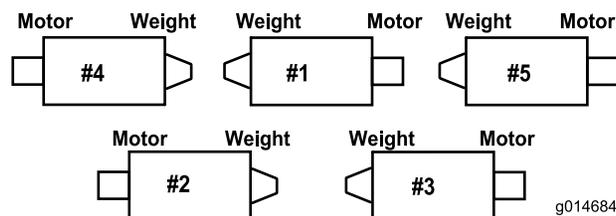

**Figure 6**
C. Montez le boulon du tube de ressort sur la patte opposée du bâti porteur et fixez-le en position avec l'écrou à embase. La tête du boulon doit être à l'extérieur de la patte, comme montré à la Figure 6.
D. Montez le support de tige sur les pattes du tablier de coupe à l'aide des boulons de carrosserie et des écrous (Figure 6).